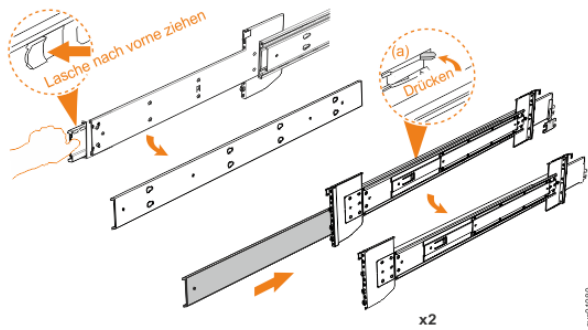

Abbildung 55. Inneren Teil der Schiene lösen
3. Entfernen Sie den inneren Teil der Schiene. Drücken Sie auf die Lasche (a) und schieben Sie den mittleren Teil der Schiene zurück (siehe Abbildung 55 auf Seite 58).